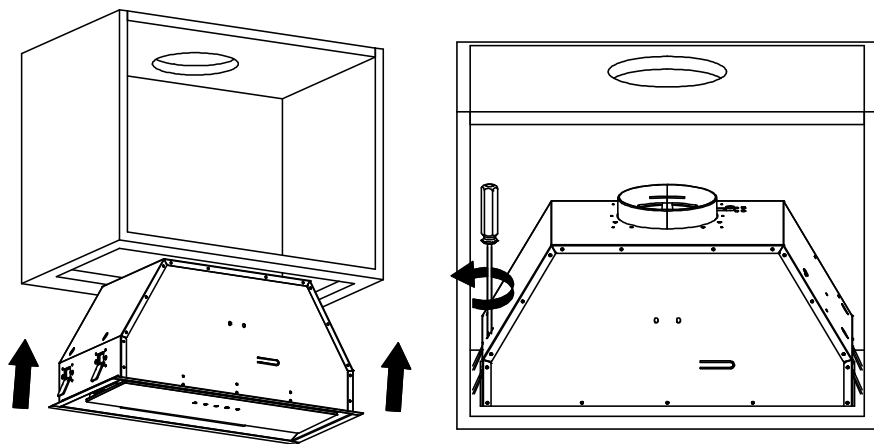

Рис.2
2. Снимите алюминиевый фильтр, а затем вставьте вытяжку в шкаф. С помощью отвертки затяните боковые винты, чтобы вытяжка была зафиксирована. См. рис. 2.